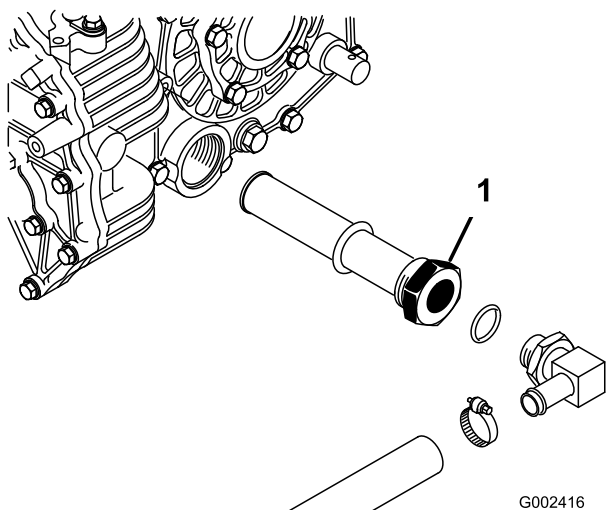

Figura 73
3. Repare na posição da tubagem do hidráulico e no conector de 90° ligado ao filtro de rede do lado do reservatório (Figura 73). Retire o tubo do hidráulico e o conector de 90°.